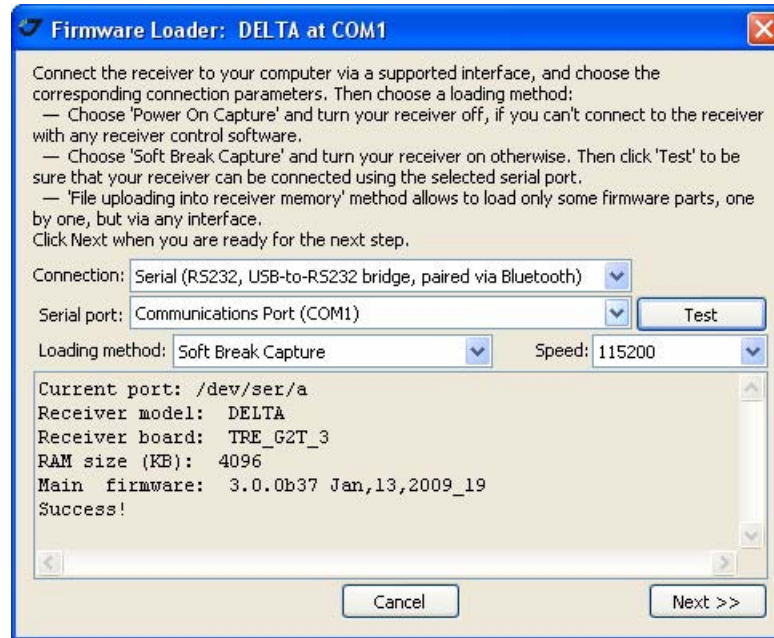

Рисунок 5-15. Параметры соединения
4. Выберите последовательный порт, к которому подключен приемник. Нажмите кнопку *Test*, чтобы убедиться, что приемник подсоединен и связь установлена. Нажмите *Next>>* (Рисунок 5-15).